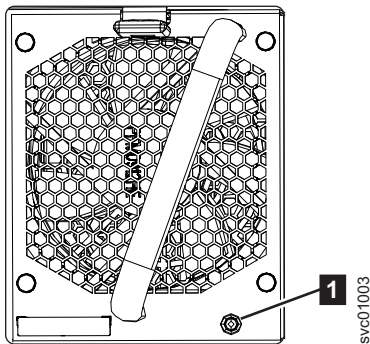

図 90. ファン・モジュール LED
1. 交換するファン・モジュールを確認します。ファン・モジュールの前面にあるオレンジ色の LED (図 90 の **1**) が点灯している場合は、障害を示しています。